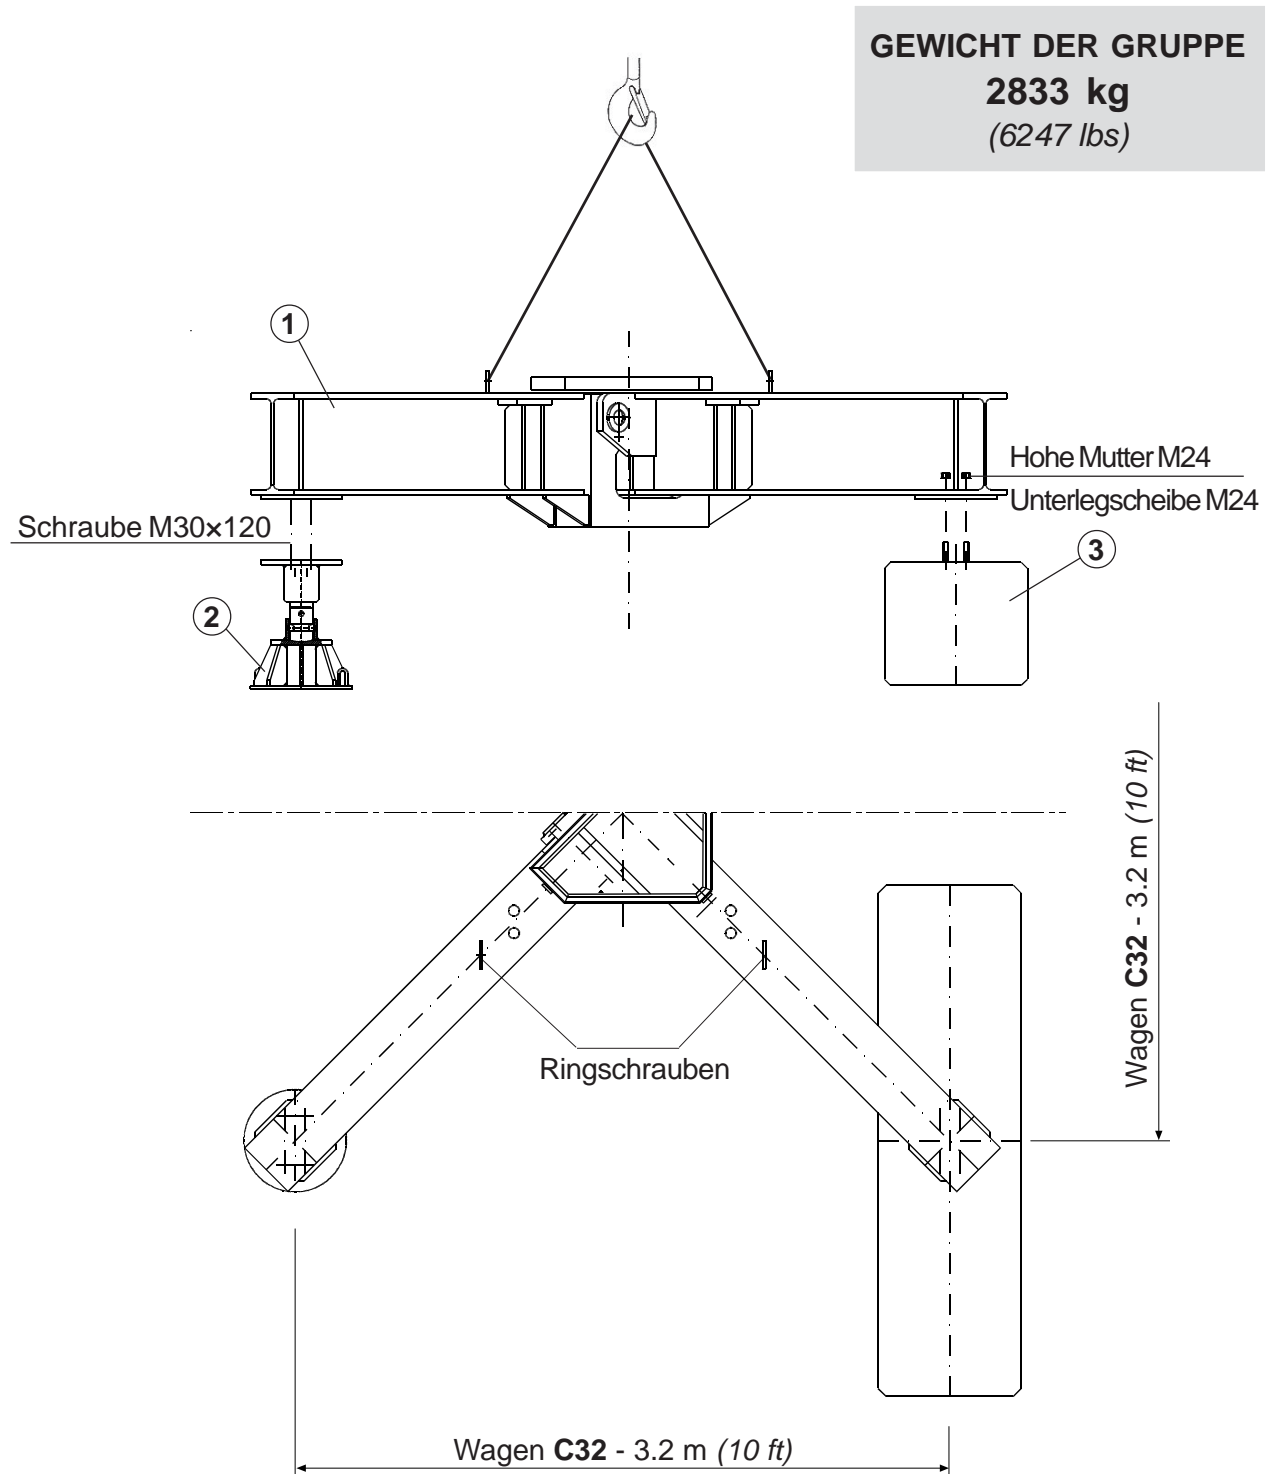

Abb. 2.2.4
Den Unterwagen (1) anschlagen, anheben und auf die Stabilisatoren (2) oder auf die Ballastblöcke (3) positionieren und mit den entsprechenden Schrauben M30×120, Unterscheiben und Muttern (Installation "F") oder mit Unterlegscheiben und Muttern M24 (Installation "FP") (Abb. 2.2.4) befestigen.